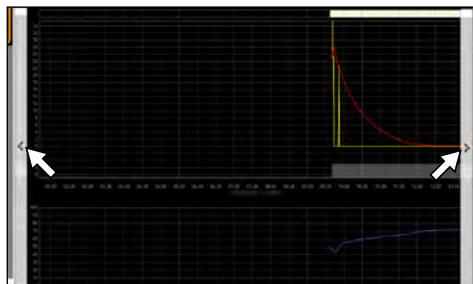

Рис. 11
- ▶ Чтобы выполнить на дисплее смещение отображаемого диапазона времени (ось x), переместите курсор мыши к правому или левому краю графического окна. Отобразятся стрелки, с помощью которых можно будет переместить отображаемый участок влево или вправо (Рис. 11).